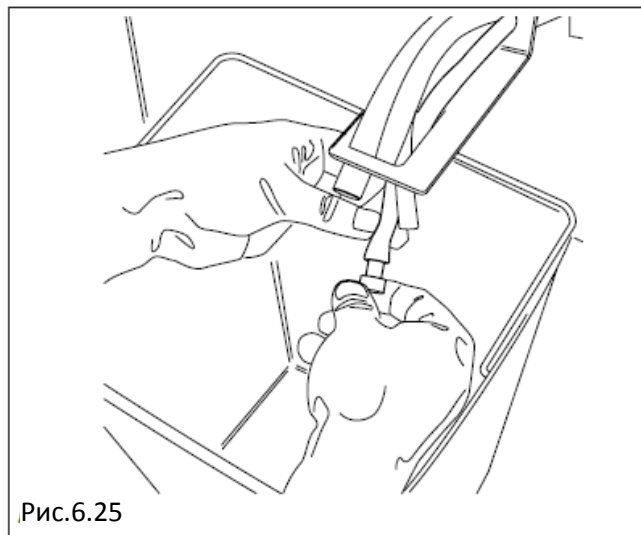

Рис.6.25
- Полностью опустошите бойлер для растворимых напитков и резервуар с поплавком, удалив пробку, расположенную на шланге вдоль желоба стока (Рис. 6.25).